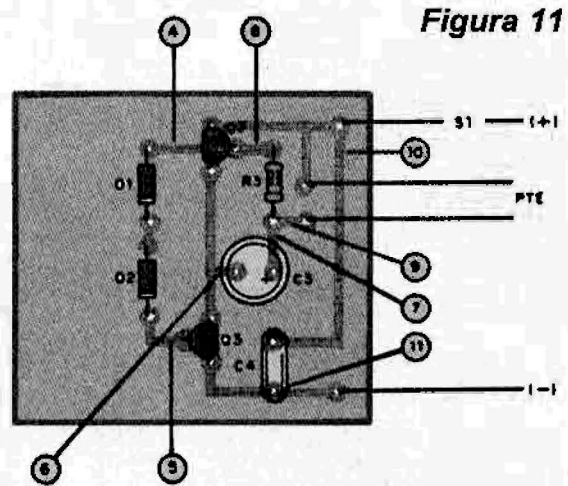

Figura 11
Los diodos D1 y D2 pueden ser colocados en una posición que recuerda el propio diagrama, como muestra la figura 11. La conexión de los diodos a las bases es mostrada por (4) y (5), se nota que se debe seguir su polaridad. El capacitor C3 y el resistor R3 van al parlante, que es un componente externo a la placa. Podemos entonces colocar C3 de tal modo que de él salga el cable que va al parlante. Sus conexiones se muestran en cobre como (6) y (7).